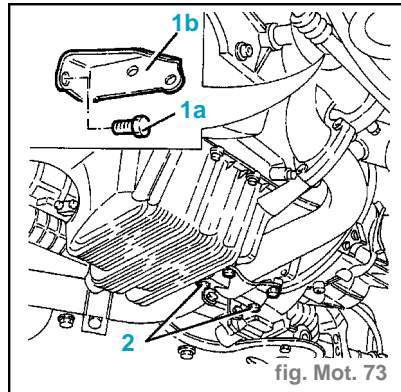

fig. Mot. 73
- Dévisser les écrous (2) de l'étrier de support au turbocompresseur.
- Dévisser la vis (1a) et déposer l'étrier (1b) de support de turbocompresseur. (fig. Mot. 73)